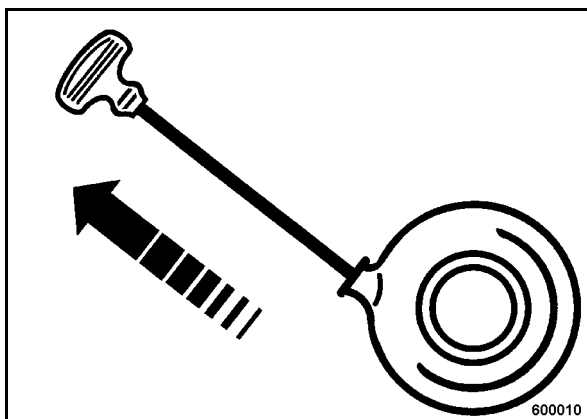

рис. 20
- Потянуть трос за ручку стартера как можно быстро и сильно (рис. 20) .